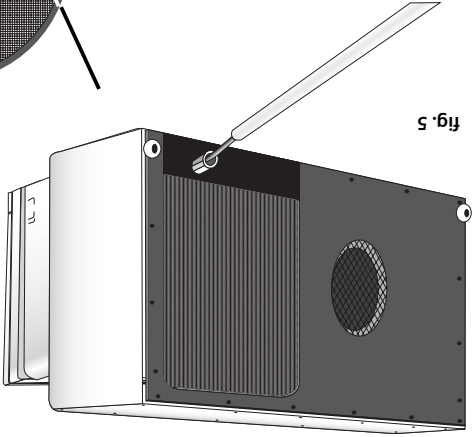

fig. 5
**ATTENZIONE:** tagliare la schiena in lamiera zincata come da disegno (Vedi fig. 5).
Per ridurre la lunghezza della termoresistenza è sufficiente tirarla dall'interno dell'unità, come indicato nelle figure 5 - 6 - 6.1 - 6.2 - 6.3.